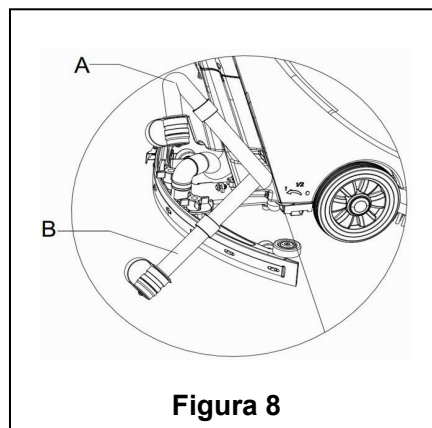

Figura 8
2. Cu ajutorul mânerului (14), ridicați T-ul de spălare.
4. Cu ajutorul mânerului-bară (2) înclinați ușor mașina către spate până când roata de ghidaj atinge podeaua. (Pentru lăsarea mașinii în stare de repaos, vedeți procedurile de oprire a mașinii).
5. Scoateți furtunul din clema de fixare, îndoiți capătul de drenare (cum se arată în **A, Figura 8**) și apoi deschideți capacul furtunului de drenaj, coborâți furtunul la un nivel mai mic sau pe sol pentru a se scurge apa. Alternativ, puneți furtunul direct într-o poziție inferioară sau pe sol, cu fanta de ieșire a apei în jos (cum se arată în **B, Figura 8**) și apoi deschideți prin răsucire clapeta de drenare a apei pentru golirea apei uzate din rezervor. După golirea completă, folosiți apă curată pentru spălarea rezervorului.